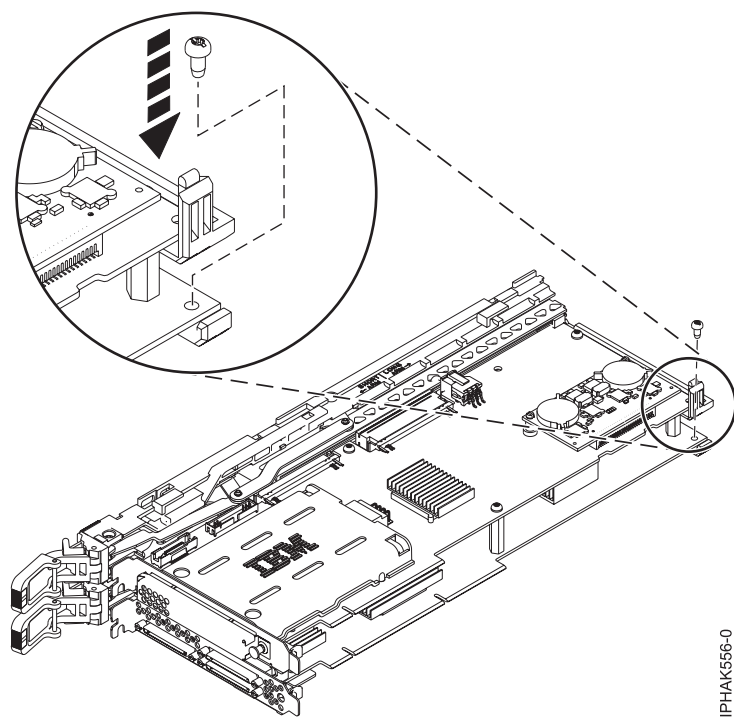

Figura 57. Fixar el braç inferior de la part posterior del conjunt del casset
5. Amb el cargol petit, fixeiu el braç inferior de la part posterior del conjunt del casset a l'extrem posterior de l'adaptador d'amplada doble. Vegeu la Figura 57.